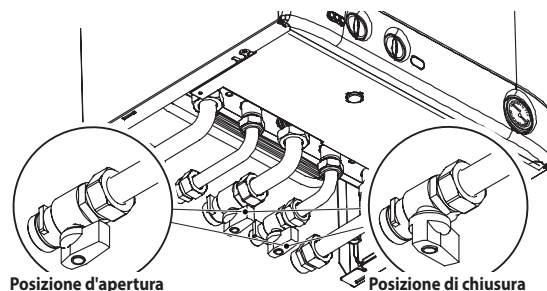

Figura 3.2
- I rubinetti della caldaia e quelli previsti in installazione devono essere aperti (Figura 3.2).
- Chiudete i rubinetti della caldaia (Figura 3.2);